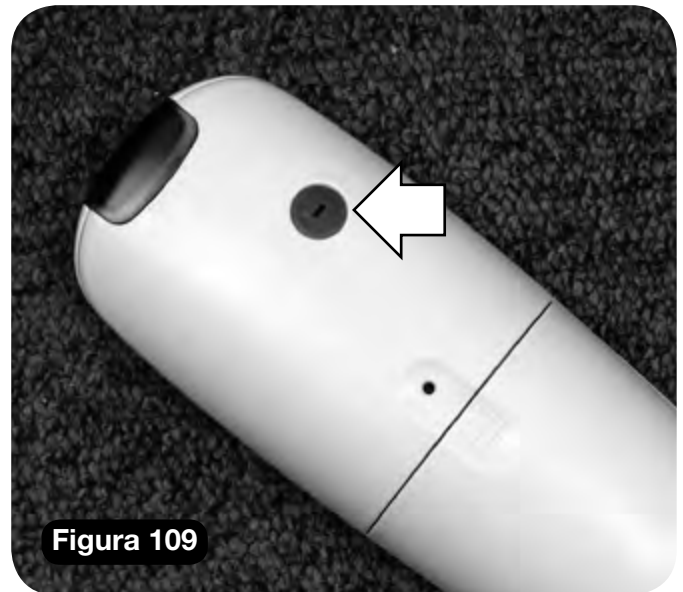
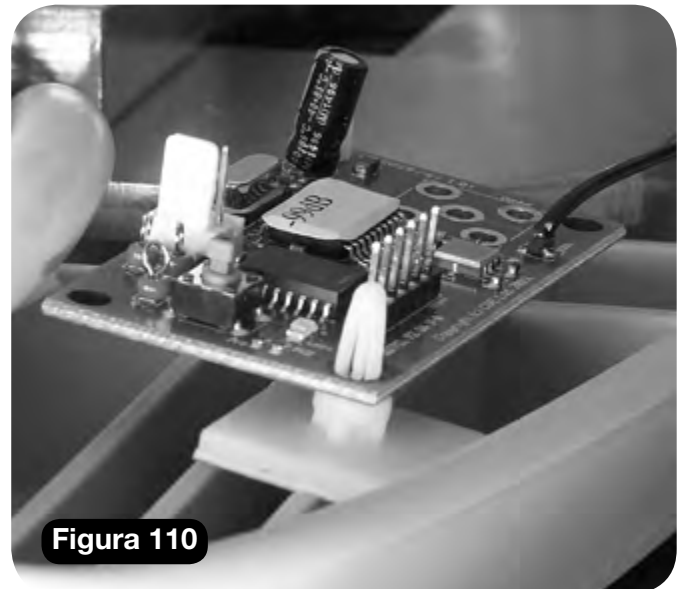

Figura 109
Figura 110
La silla elevadora serie 2000 se puede suministrar con mandos a distancia infrarrojos o de radiofrecuencia, dependiendo de los requisitos de la instalación. El mando a distancia infrarrojo tiene una cubierta roja para el interruptor dip en la parte posterior, mientras que el mando a distancia de radiofrecuencia tiene una cubierta verde para el interruptor dip en la parte posterior (**Figura 109**). Si todavía no está seguro en cuanto al tipo de sistema de mando a distancia que ha instalado consulte su dibujo o quite la bandeja inferior de la unidad y mire a ver si se ha instalado un tablero de receptor de radio (**Figura 110**).
- i** Extraiga la tapa de protección del interruptor dip rojo con un destornillador pequeño (**Figura 109**).